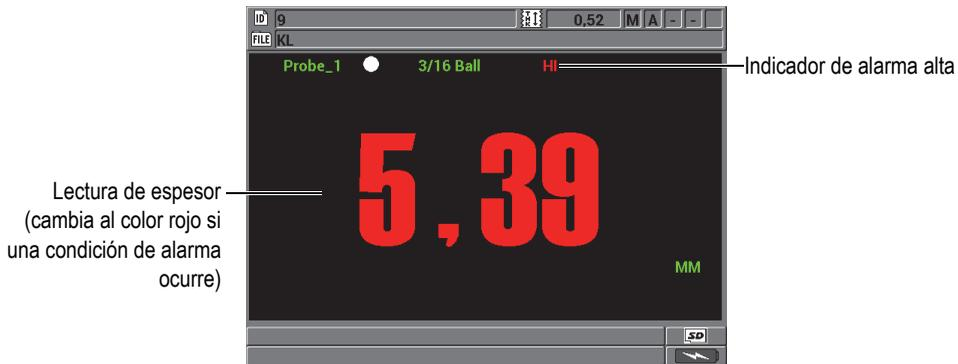

Figura 5-5 Ejemplo del indicador de alarma alta (HI)
- Un indicador luminoso **HI** (alta) o **LOW** (baja) que parpadea en la sección superior derecha de la pantalla de medición (ver la Figura 5-5 en la página 114).